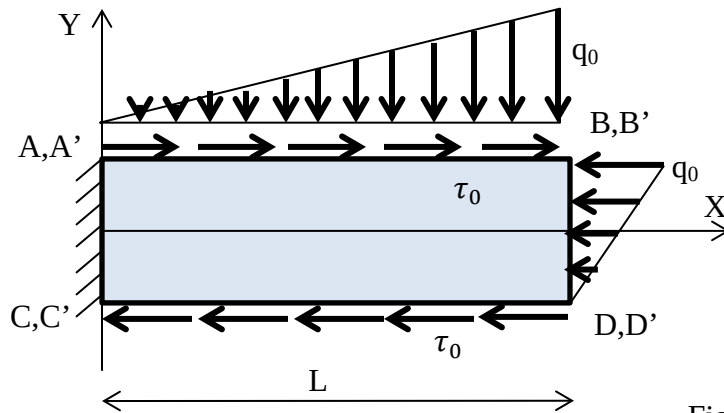

Figure 1
- (3.50 Pts) **Cas I :** Il s'agit d'une poutre console de longueur « L » et de section transversale (2h x 2h) soumise à un cisaillement uniforme τ_0 sur les faces ABB'A' et CDD'C' et à une charge décroissante linéairement de « q_0 » à « 0 » sur les faces ABB'A' et BDD'B' (Voir figure 1).